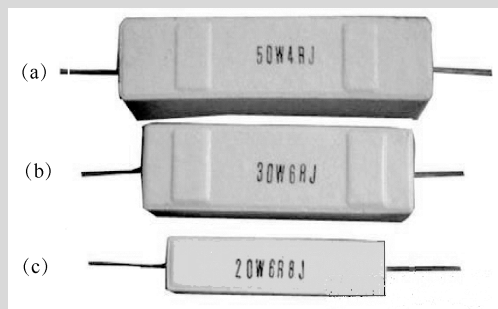

图 1-19 文字符号法
- (1) 阻值为 $4\Omega$ : 误差为 $\pm 5\%$ ,如图 1-19 (a) 所示。
- (2) 阻值为 $6\Omega$ : 误差为 $\pm 5\%$ ,如图 1-19 (b) 所示。
- (3) 阻值为 $6.8\Omega$ ,误差为 $\pm 5\%$ ,如图 1-19 (c) 所示。